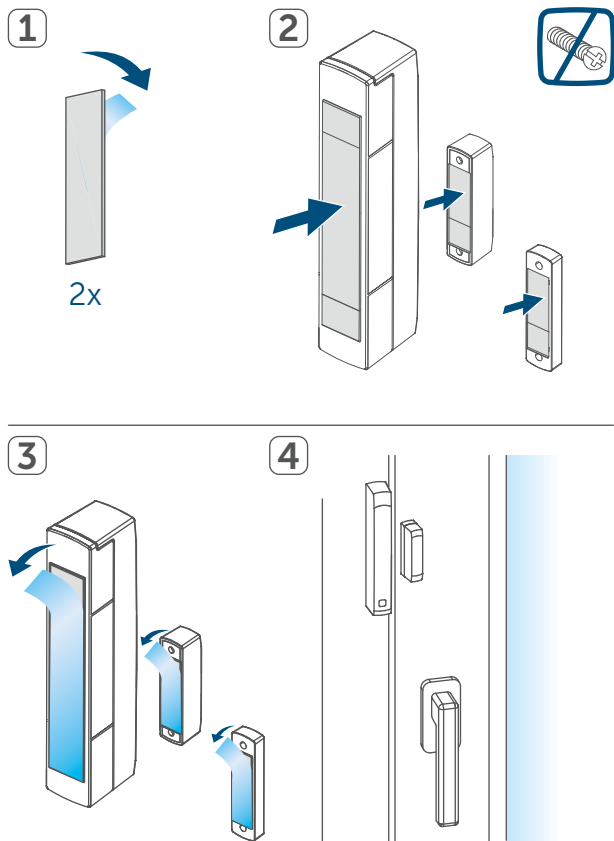

Figura 11
- Coloque la gran banda adhesiva doble en el reverso del soporte (H) (véase la figura 11 en página 72) y presione el dispositivo en la posición que desee.